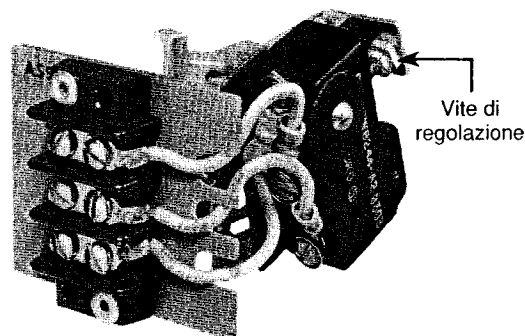

Figura 6
2. Togliere le due viti di fissaggio dell'interruttore esistente (vedere Figura 6).
- C. Se l'attivazione dell'interruttore non è corretta, modificare la regolazione della vite di attivazione usando una chiave inglese esagonale da 1/16" (vedere Figura 6).